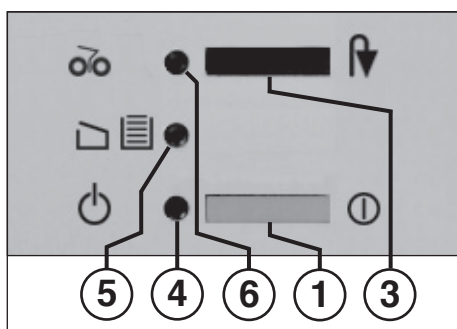

Abb. 1
1 = Druckschalter (Abb. 1)
3 = Druckschalter (Abb. 1)
4 = Kontroll-Anzeige (Abb. 1)
5 = Kontroll-Anzeige (Abb. 1)
6 = Kontroll-Anzeige (Abb. 1)
- Maschine am Druckschalter (1) (Abb. 1) einschalten. Die Kontroll-Anzeige (4) (Abb. 1) leuchtet auf.
Ist der Auffangbeutel gefüllt, schaltet die Maschine ab. Die Kontroll-Anzeige „Behälter voll“ / „Tür offen“ (5) (Abb. 1) **blinkt**. Zum Zeichen des gestoppten Schneidwerks leuchtet gleichzeitig die Kontroll-Anzeige „Papierstau“ / „Stopp“ (6) auf.
- Schieberahmen mit Auffangbeutel einschieben und Tür schließen. Die Kontroll-Anzeige (5) (Abb. 1) erlischt.
- Druckschalter „Rückwärtslauf“ / „Stopp“ (3) kurz betätigen. Das Schneidwerk zerkleinert den im Zuführschacht verbliebenen Rest und schaltet dann ab. Die Kontroll-Anzeige (6) erlischt. Die weitere Zerkleinerung kann nun fortgesetzt werden.